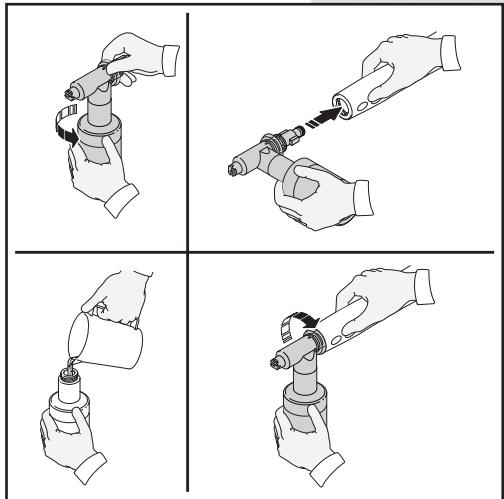
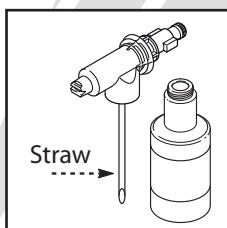

Fig. 8
Fig. 9
- Cuando se usa la botella de detergente, lo llena con un detergente o limpiador apropiadamente formulados con proporción de agua según instrucciones en el contenedor (Fig. 8). La botella del detergente viene con una paja que es quedada en la parte superior de rosca. Si usted no ve la paja, la mirada dentro de la botella y lo conecta a la parte superior de rosca (Fig. 9).